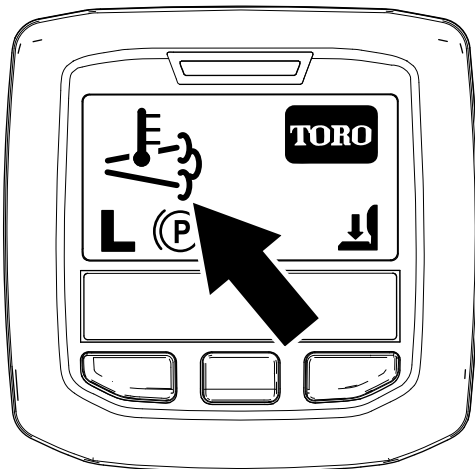

Figura 45
- El icono de temperatura alta de los gases de escape  aparece en el InfoCenter (Figura 45).